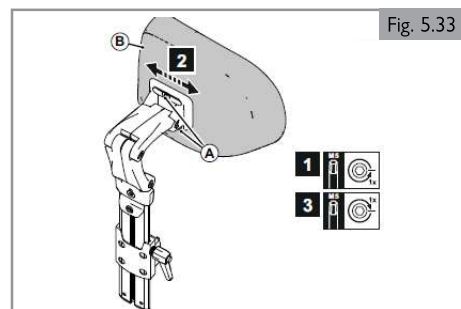

Fig. 5.33
**Posición en anchura del cojín del reposacabezas (Fig. 5.33)**
1. Afloje (A) una vuelta.
2. Ajuste (B) en la posición deseada.
3. Apriete (A).